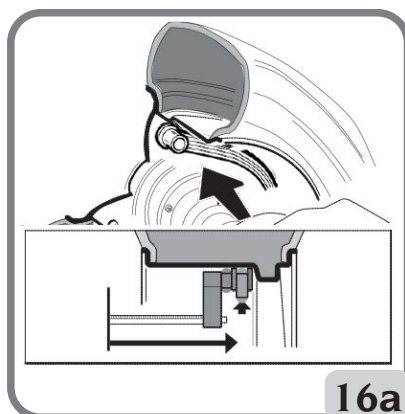

Fig.16a: Acquisizione manuale della distanza del piano esterno nei Tipi di Programma
- Portare l'estremità del braccio automatico di rilevamento in corrispondenza del piano scelto per l'applicazione del peso esterno (fig. 16a), in modo analogo a quello descritto in precedenza per il fianco interno.